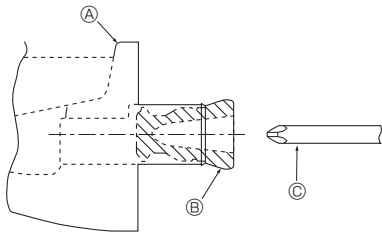

Fig. 5-1
### 5.1. งานเดินท่อระบายน้ำ (Fig. 5-1)
- สำหรับท่อตันซ้าย ตรวจสอบว่าเสียบจุกยางเข้าทางด้านขวาของช่องท่อระบายแล้ว (Fig. 5-1)
- ใช้ VP-20 (ท่อ PVC เส้นผ่าศูนย์กลางภายนอก 26 (1)) สำหรับท่อระบายน้ำ โดยให้ท่อเอียง 1/100 หรือมากกว่า